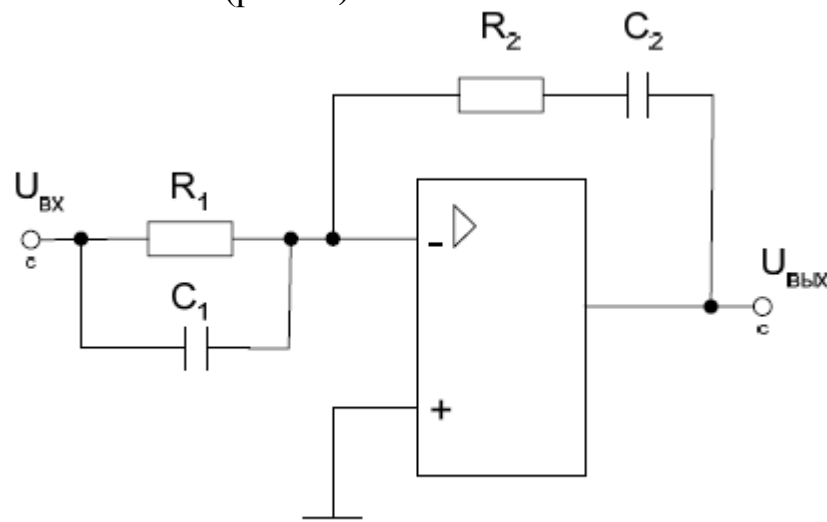

Рис. 2.3.
**Задача 2.** Записать передаточную функцию регулятора, схема включения которого представлена на рис. 2.3., если известно, что  $Z_{вх1} = R_1$ ,  $Z_{вх2} = 1/(p \times C_1)$ ,  $Z_{oc1} = R_2 + 1/(p \times C_2)$ .